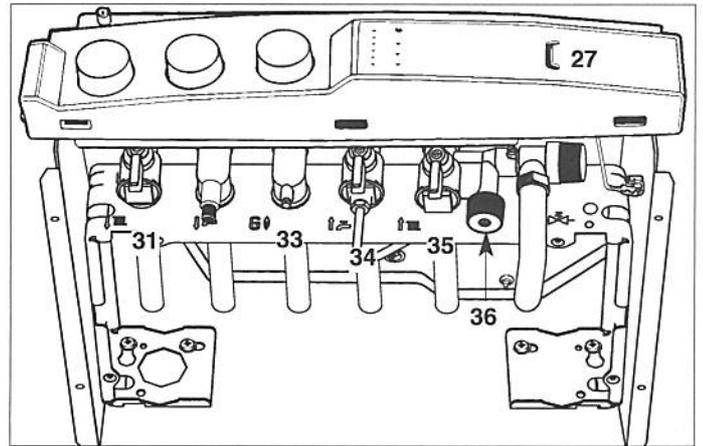

Fig. 14
Abrir la llave de agua fría "34" (fig. 14) en la barra de grifería :
- Comprobar que las llaves de ida calefacción "31" (fig. 14) retorno calefacción "35" (fig. 14) están bien abiertas.
- Abrir la llave de llenado "36" (fig. 14).
- Cerrar esta llave cuando la indicación de la aguja del manómetro "27" (fig. 14) sea superior a la presión determinada en la página 7
- Abrir la llave de llegada de gas "33" (fig. 14)